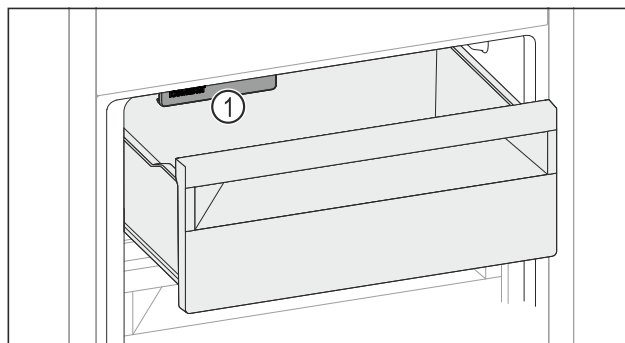

Fig. 111
- Upoštevajte IceMaker Fig. 111 (1).